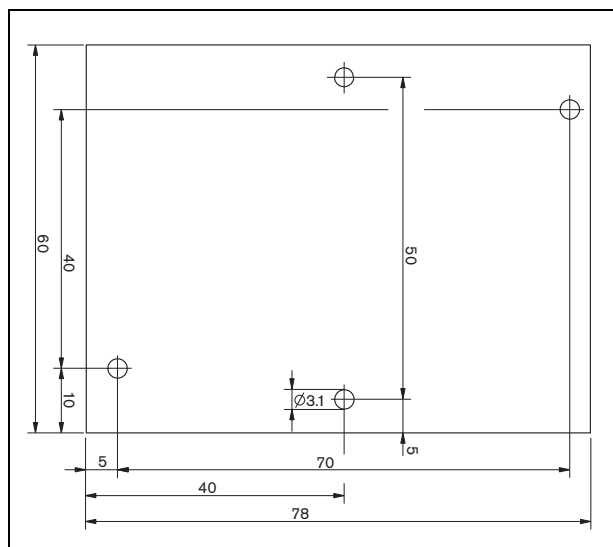

рисунок 13.5: Размеры
Для установки платы, например, в бокс, используйте универсальные кронштейны (LVB4446/00). Подключите плату к кронштейну, используя средние отверстия (см. рисунок 13.5).
- 2 Используйте угловые отверстия в плате (см. рисунок 13.5) для установки в громкоговоритель. Обмотки печатной платы должны держаться на расстоянии 30мм или более от магнита громкоговорителя, и на расстоянии 50 мм или более от трансформатора громкоговорителя. в противном случае, магнитные поля могут нарушить правильную работу платы.